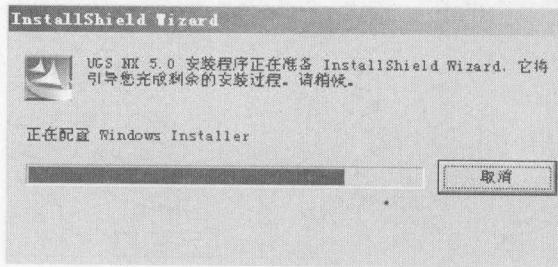

图1-8 InstallShield Wizard对话框
10. 接下来安装UG NX5，单击NX5 Product Installation对话框中的“Install NX”按钮。弹出InstallShield Wizard对话框，如图1-8所示。系统自动进行程序配置。